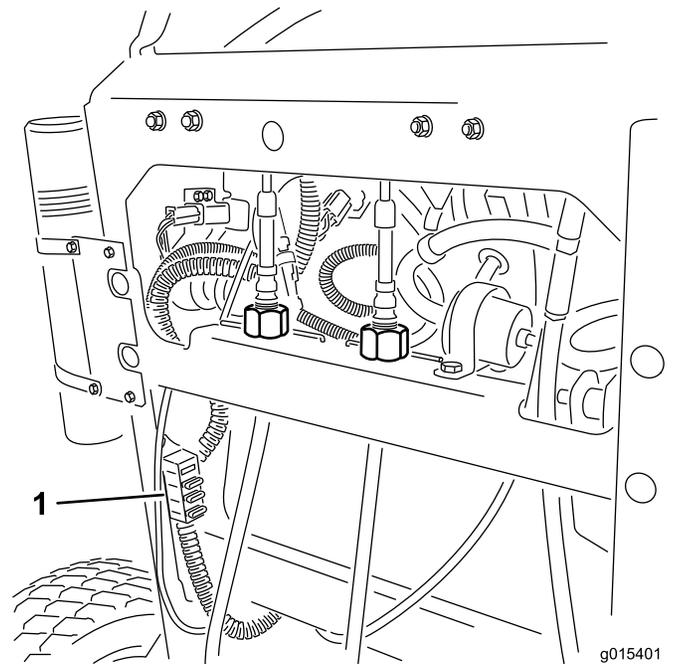

Bild 53
2. Ziehen Sie an der Sicherung und entfernen oder tauschen Sie aus (Bild 53).
Hinweis: Stellen Sie sicher, dass die richtige Sicherung mit der richtigen Drahtfarbe eingesetzt ist, siehe Bild 53.